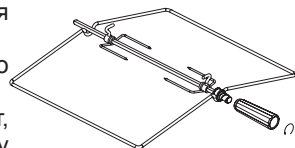
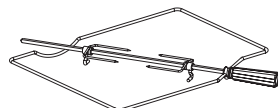

рис. 14
рис. 14.1
1.Плиты могут комплектоваться вертелом различной конструкции, со съемной рукояткой (рис.14). В зависимости от комфортности плиты могут комплектоваться вертелами другого исполнения (рис.14.1). Для вертела (рис. 14) при установке и извлечении использовать рукоятку, которая накручивается на резьбовую втулку.
Во время приготовления дверца должна быть закрыта, для вертела (рис.14, 14.1) рукоятка должна быть снята.